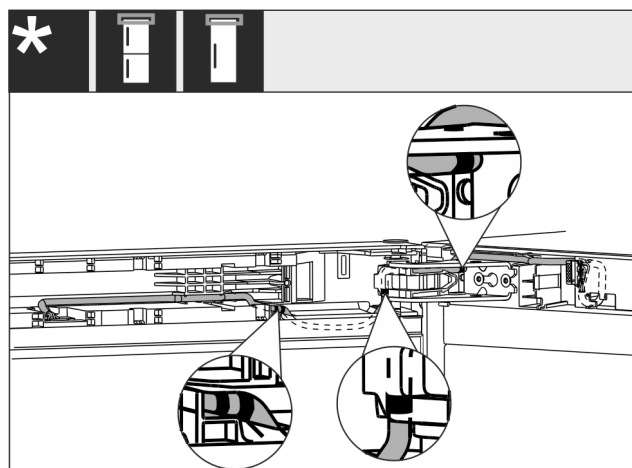

Fig. 39
- Pokládka kabelu je zobrazena na obrázku Fig. 39 ().